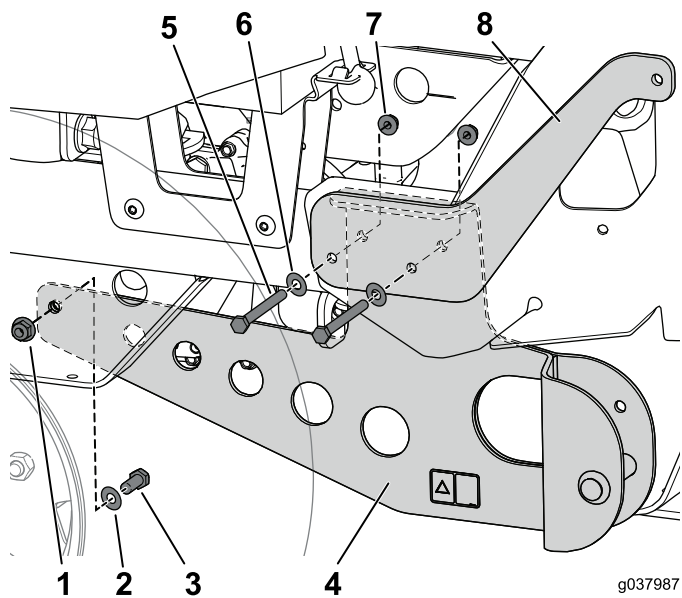

Figure 13
5. Fixez légèrement le support du système de ramassage au support de la transmission avec le boulon (1), la rondelle et l'écrou à embase (Figure 13).
- Engagez les trous du support du système de ramassage sur les 2 boulons que vous avez insérés précédemment, et fixez le support avec les 2 écrous à embase (Figure 13).